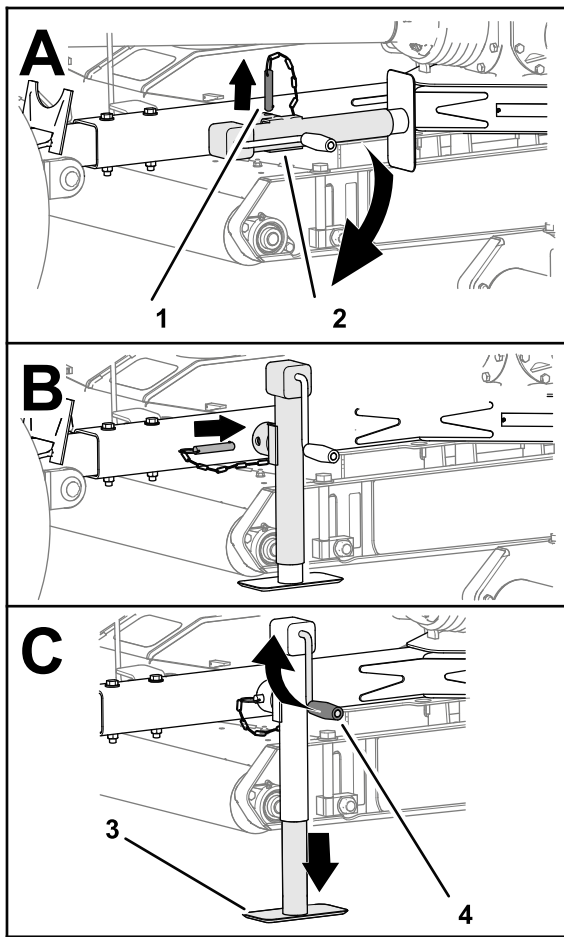

Figura 23
3. Retire el pasador y gire el gato de la barra de tiro en vertical (Figura 23).
- Alinee el taladro en la barra de tiro con el taladro en el gato (Figura 23).
- Inserte el pasador a través de los taladros en la barra de tiro y el gato (Figura 23).
- Gire la manivela del gato para elevar totalmente el apoyo del gato; consulte la Figura 23 en Soporte del cortacésped con el gato (página 17).